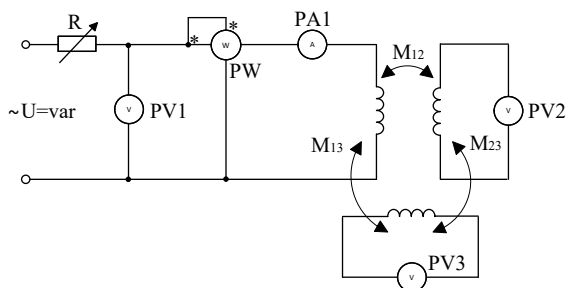

Рис. 5.4.
2.1.5. Собрать цепь по схеме, приведенной на рис. 5.4.